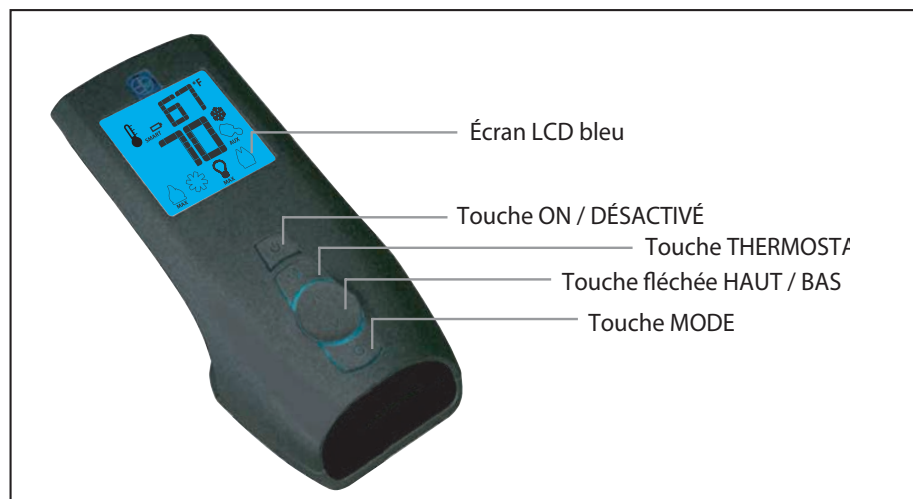
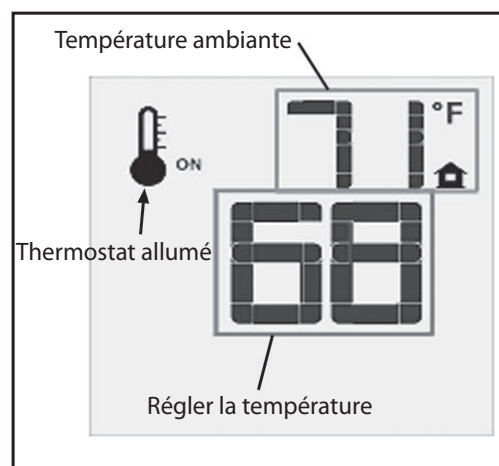
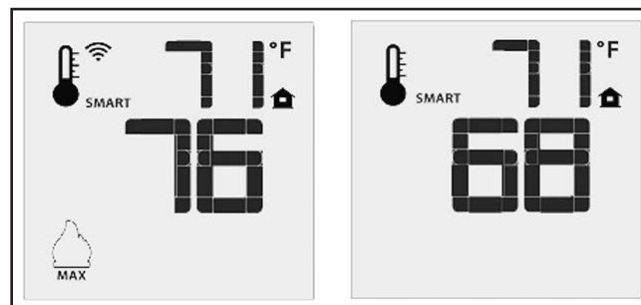
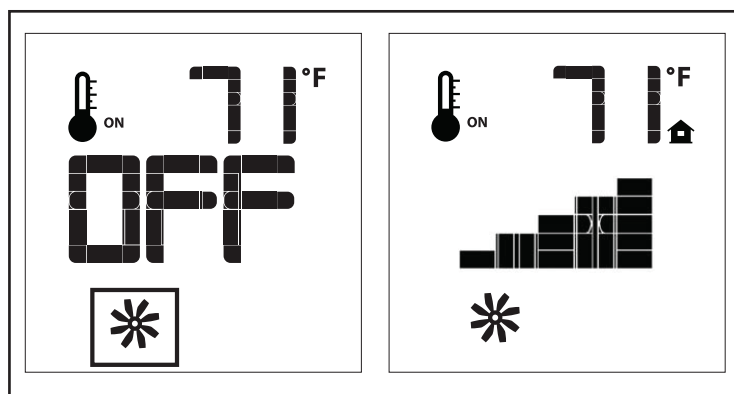

Figure 4: Émetteur Proflame 2.
Figure 9: La télécommande montre la température programmée.
Figure 10: La fonction « thermostat intelligent » (SMART Thermostat).
Figure 13: Contrôle du ventilateur
L'émetteur Proflame 2 est une télécommande munie d'un écran ACL rétro-éclairé bleu. Il a une conception rationalisée avec une disposition de boutons simplifiée et un affichage informatif ACL (Figure 4). L'émetteur est alimenté par trois (3) piles type AAA. Un bouton « mode » sert à changer entre les options et un bouton « thermostat » est utilisé pour allumer ou fermer, ou voir l'index des options pour le thermostat (Figures 4 & 5).
La télécommande peut fonctionner comme un thermostat ambiant. Le thermostat peut être réglé à la température désirée pour contrôler le confort dans la salle. Pour activer cette fonction, appuyez sur la touche « Thermostat » (voir la Figure 4). L'écran ACL de l'émetteur changera pour montrer que le thermostat ambiant est allumé et la température programmée est montrée sur l'écran (voir la Figure 9). Pour ajuster la température, appuyez sur les flèches vers le haut ou le bas pour programmer votre température désirée.
Le mode « Thermostat intelligent » ajuste la hauteur des flammes en calculant la différence entre la température programmée et la température ambiante actuelle. Si la température ambiante approche la température programmée, la fonction intelligente baissera le niveau des flammes. Pour activer cette fonction, appuyez sur la touche « thermostat » (Figure 4) jusqu'à ce que vous voyiez le mot « SMART » à la droite de l'icône de thermostat (Figure 10). Pour ajuster la température programmée, utilisez les flèches pour trouver votre température idéale.
Le poêle Westley est livré avec un ventilateur de convection qui peut être contrôlé avec l'émetteur. La vitesse du ventilateur peut être réglée à travers six (6) vitesses. Pour contrôler le ventilateur appuyez sur la touche Mode (Figure 4) à l'index de l'icône de commande du ventilateur (Figure 13). Utilisez les touches fléchées HAUT/BAS pour activer, désactiver ou régler la vitesse du ventilateur (Figure 13). Un bip unique de la IFC confirmera la commande a été reçue